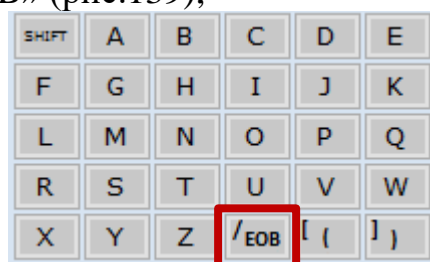

Рис.139. Кнопка «EOB»
9. Нажать кнопку «EOB» (рис.139);
14. Нажать кнопку «EOB» (рис.139);